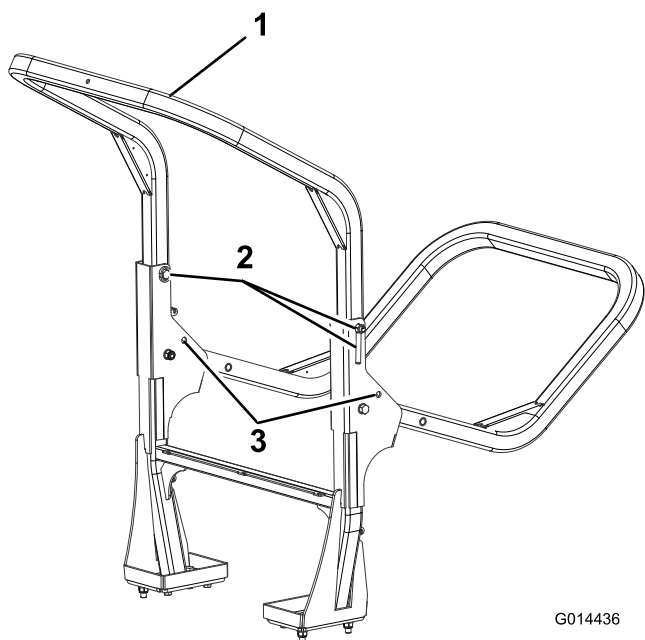

Bild 30
2. Stützen Sie das Gewicht des oberen Rahmens, während Sie die Handmutter, Unterlegscheiben und Haltebolzen von den Lagerblöcken (Bild 30) entfernen.